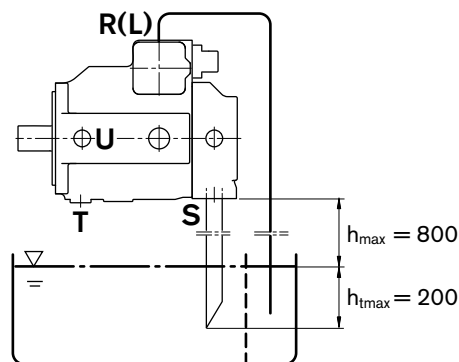

figure 4
b) Lorsque le niveau de fluide minimal est inférieur à l'arête supérieure de la pompe : raccord de drainage et éventuellement raccord » S « reliés conformément à la figure 4. Voir conditions au point 1.2.
a) Montage au-dessus du réservoir conformément à la figure 4. Voir conditions au point 1.2.